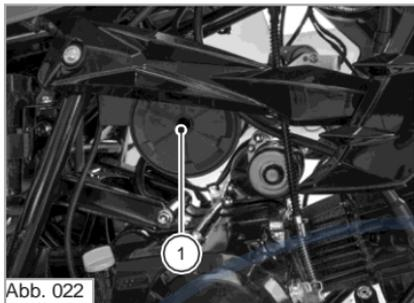

Abb. 022
- Um den Luftfilter auszubauen lösen Sie die Schraube (1) (siehe Abb. 022) und entfernen Sie anschließend die linke Schutzabdeckung.